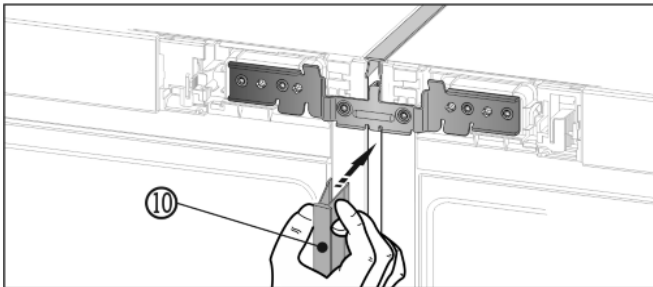

Fig. 14
- ▶ Druk aan de voorkant de lange afdeklijst Fig. 14 (10) in de verticale uitsparing. Zorg ervoor dat de lijst op de verbindingssplaat rust.